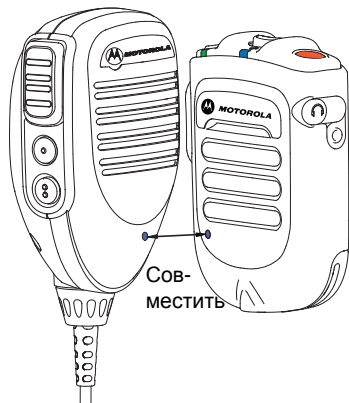

Рис. 2.10. Сопряжение WSRM
- 2 Разместите синюю точку (точка безопасного сопряжения) на WRSM на расстоянии 2,5 см от синей точки (точки безопасного сопряжения) мобильного микрофона с адаптером. См. Рис. 2.10.